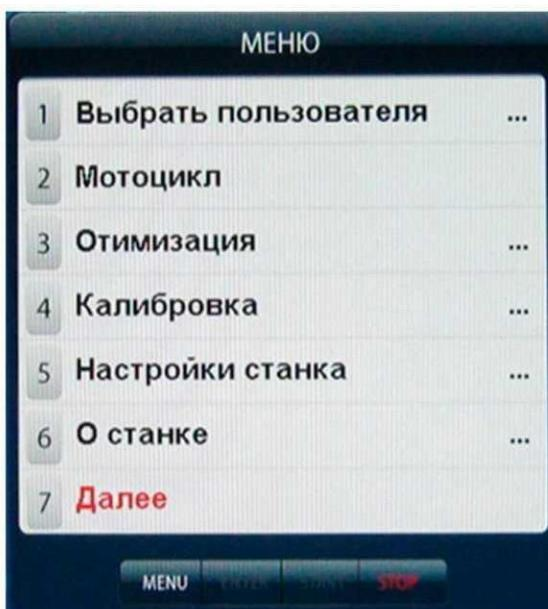
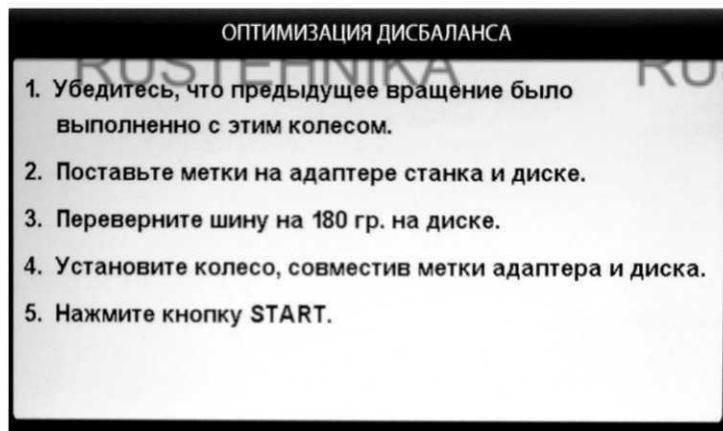
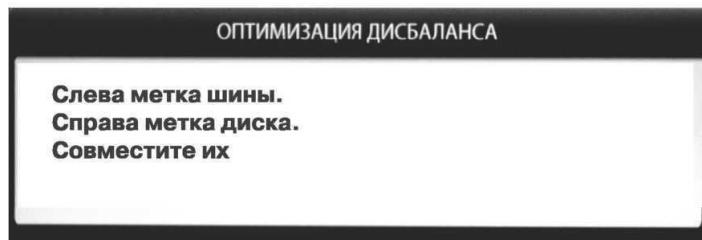

рис.15.1.
рис.15.2
рис.15.3
15.2. Для входа в программу «Opt» нажмите кнопку «MENU» после чего на экране монитора появится окно (рис.15.1). Далее выбрать программу «Оптимизация», нажав кнопку 3, после чего на экране монитора появится окно (рис.15.2). Далее выполните операции согласно указаниям в окне (рис.15.2).
15.3. После выполнения п.5 в окне (рис.15.2) на экране монитора появится окно (рис.15.3), а на индикаторах 1 отобразится величина статического дисбаланса колеса, а на индикаторах 4 - величина дисбаланса колеса, которую можно получить после завершения программы «Opt». Поставьте метки нашине и диске согласно указаниям в окне (рис.15.3).
16.2.1. Нажмите кнопку «MENU». На экране появится окно MENU (рис.15.1), нажмите кнопку 7 «Далее» на экране появится окно второй страницы MENU (рис.16.1). Выберите «Дополн. настройки», нажав кнопку 2, на экране откроется окно «Настройки станка» (рис.16.2). Нажмите кнопку 1 «Имена операторов» на экране откроется окно «Выбрать пользователя» со списком операторов, (рис.16.3).
Программное обеспечение СБ содержит целый ряд параметров, позволяющих максимально приспособить СБ к потребностям потребителя. Для настройки параметров нажмите кнопку «MENU» на экране монитора появится окно MENU (рис.15.1). Нажмите кнопку 5 «Настройки станка» на мониторе появится окно настроек (рис.17.1).